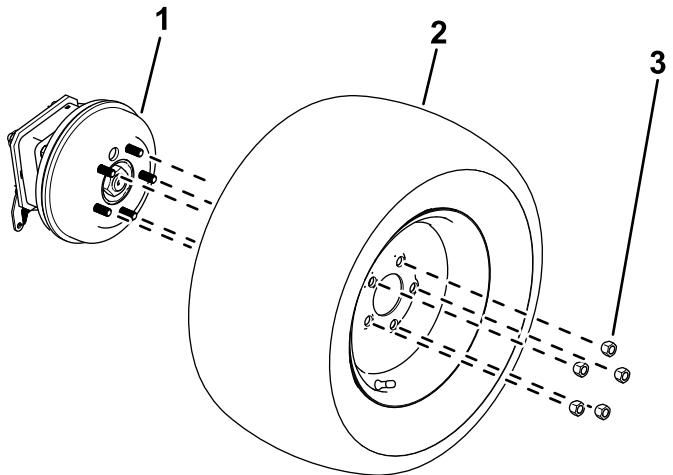

図 10
2. ホイールラグナットをゆるめて外す 図 10。
3. 各ホイールハブから車輪を取り外す図 10。
- 先ほど外したラグナットを使って、タイヤをホイールハブに固定する図10。